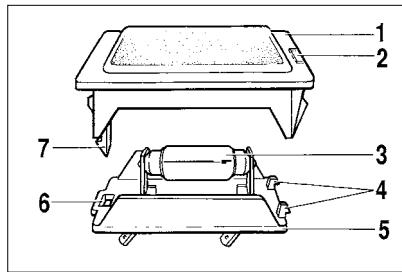

Рис. 59. Плафон освещения вещевого ящика
**Плафон освещения вещевого ящика.** Для замены лампы 3 (рис. 59) в плафоне освещения 1 вещевого